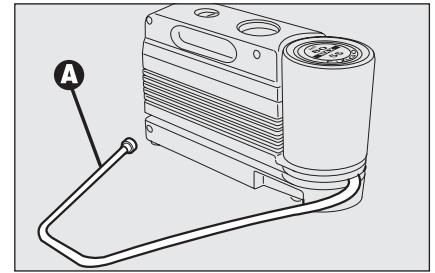
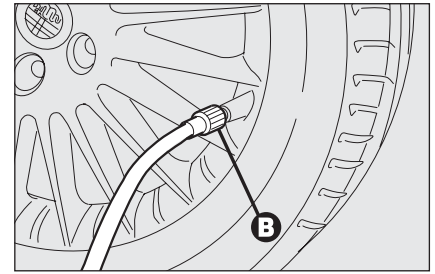

fig. 17
fig. 18
- svitare il cappuccio dalla valvola del pneumatico, estrarre il tubo flessibile di riempimento **A-fig. 17** ed avvitare la ghiera **B-fig. 18** sulla valvola del pneumatico;